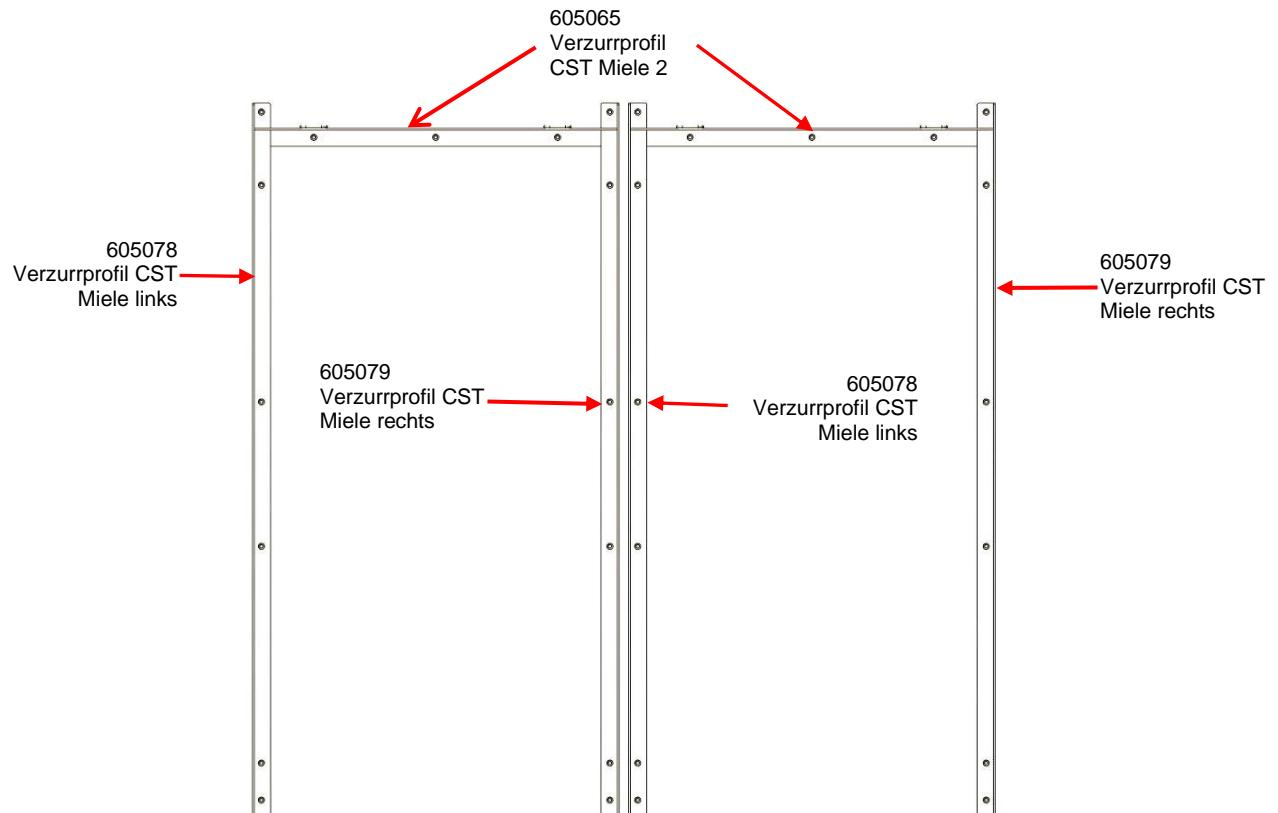

Abb. 2: Verzurrprofile CST Miele links, Miele rechts und Miele 2 montiert
- ♦ Montieren Sie je 2 Verzurrprofile CST Miele links und rechts (Art.-Nrn. 605078 und 605079, siehe Abb. 2:)
- ♦ Montieren sie die beiden hinteren Verzurrprofile CST Miele 2 (Art.-Nr. 605065, siehe Abb. 2:).